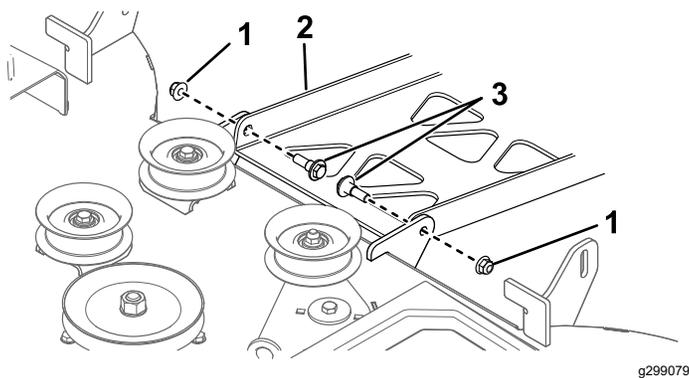

Figura 60
4. En la parte trasera de la carcasa de corte, retire los 2 pernos de cuello largo y las tuercas que sujetan la carcasa al soporte de giro (Figura 60).
9. Sujete la parte trasera de la carcasa al soporte de giro usando los pernos de cuello largo y las tuercas que retiró anteriormente (Figura 60).